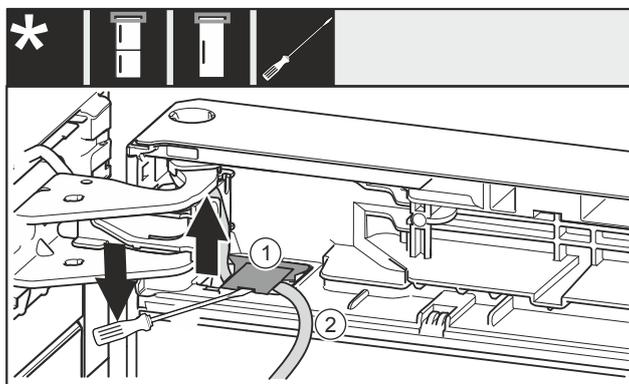

Fig. 23
- ▶ Con un cacciavite a intaglio Fig. 23 (1), sollevare la copertura e rimuoverla.
- ▶ Sfilare il cavo Fig. 23 (2).